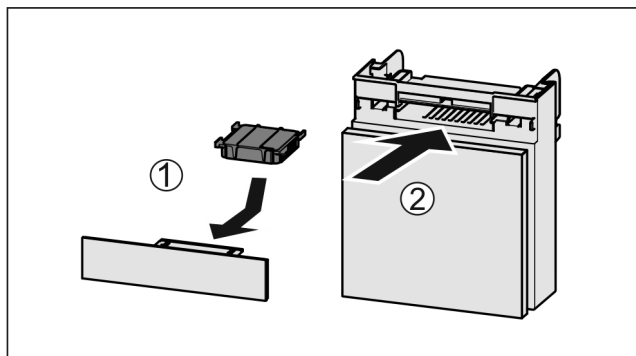

Fig. 37
- ▶ Wkładać Fig. 37 (1) filtr z węglem aktywnym zgodnie z ilustracją.
- ▶ Wsunąć komorę Fig. 37 (2).